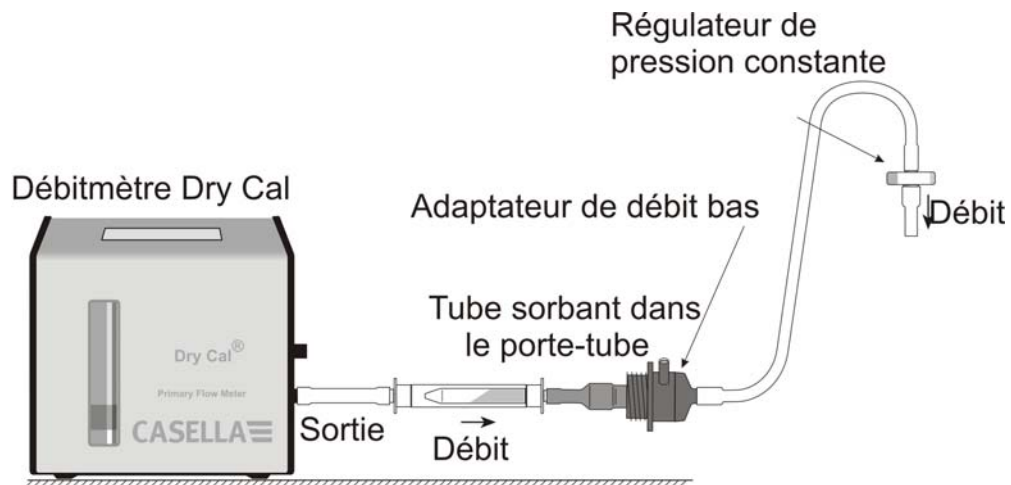

Figure 14 Utilisation avec un adaptateur de débit bas
Cet exemple suppose que l'opérateur veut utiliser la pompe pendant 4 heures, puis pauser pendant 1 heure et enfin recommencer à nouveau pendant 4 heures. Utilisez les touches HAUT/BAS pour passer dans les options de menu de mode d'arrêt (voir fig. 14 pour plus de détails), jusqu'à ce que l'écran PRG1 soit affiché.
K. UTILISATION AVEC L'ADAPTATEUR DE DÉBIT FAIBLE (fig. 14)
3. En commençant par l'entrée de la TUFF, raccordez ce qui suit : un régulateur de pression constante, un adaptateur de débit bas, un support pour tube de sorbant et un débitmètre tel que le débitmètre Dry Flow ou Dry Cal indiqué à la Figure 14.